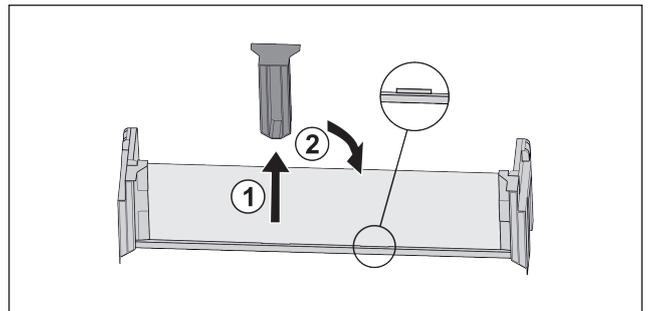

Fig. 26
- ▶ Mittleres Halteteil abziehen Fig. 26 (1).
- ▶ Mittleres Halteteil auf zweiter Position einsetzen Fig. 26 (2).